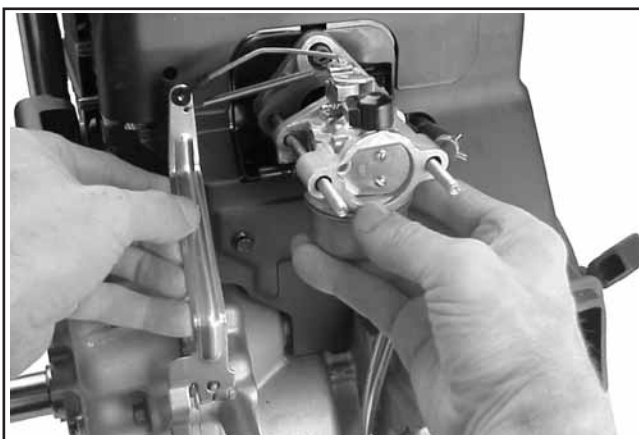

Abbildung 11-53. Vergaser und externe Drehzahlreglerteile einbauen.
3. Bauen Sie die Drehzapfenhülse, Gashebelverbindung, Verbindung mit Feder und Drehzahlregler zusammen und an den Vergaser an, sofern sie zuvor zerlegt/demontiert wurden. Montieren Sie den Vergaser mit dem Drehzahlreglerhebel und der Verbindung an den Einlassbolzen und der Drehzahlreglerwelle. Verbinden Sie das lose Ende des Kraftstoffgummischlauchs bei der Montage am Einlassfitting des Vergasers. Befestigen Sie den Schlauch mit der verbleibenden Schlauchklemme. Siehe Abbildung 11-53.